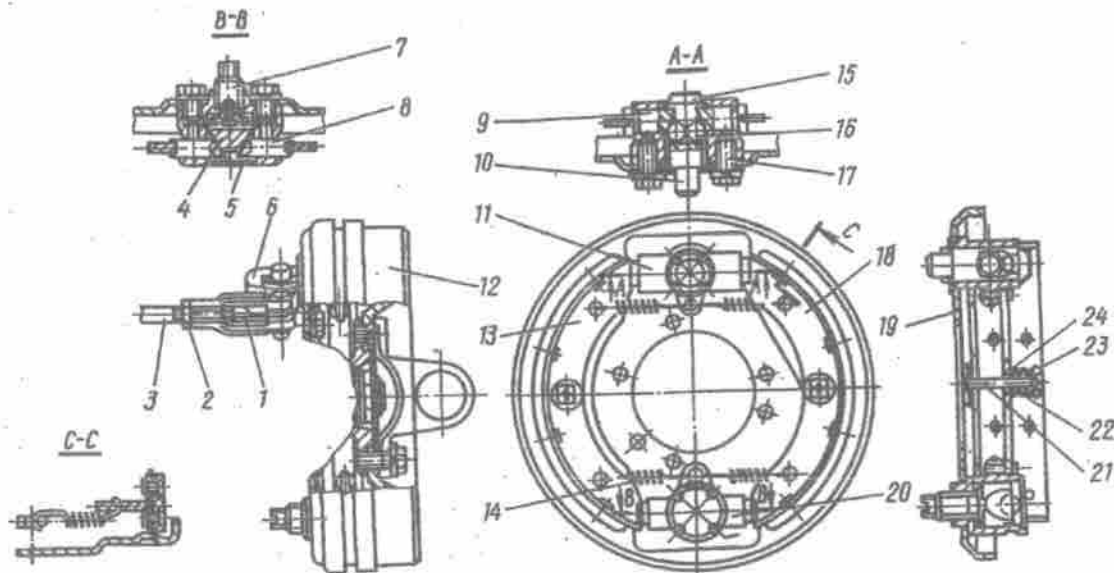

Bild 208. Feststellbremse:
Die Feststellbremse der Kraftwagen ist als Trommelbremse ausgeführt, welche die Kraftübertragung abbremst (Bild 208).
2. Gegenmutter 2 (Bild 208) der Einstellgabel 1 losdrehen, Bolzen entsplintn und herausnehmen, der Gabel 1 mit Betätigungshebel 6 verbindet.